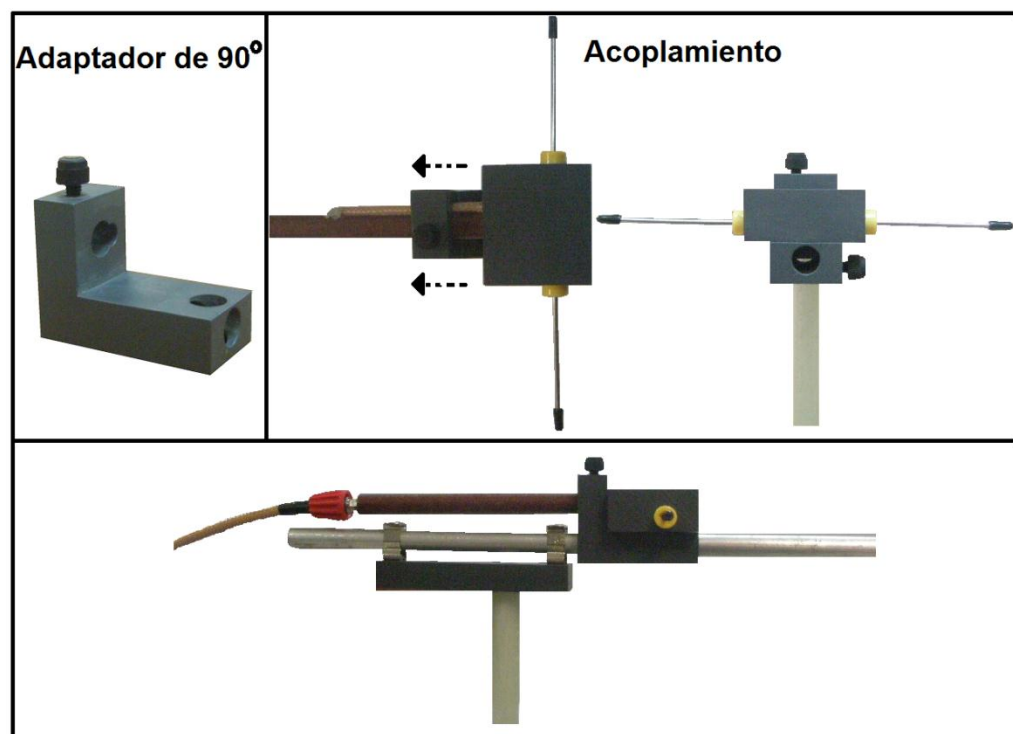

Figura 9.5 Montaje del dipolo en el brazo metálico
D. Utilicé el brazo de aluminio para fijar el adaptador de 90°,ajustelo mediante el tornillo de sujeción ,monte una antena dipolo $\lambda/2$ en la parte superior del adaptador de 90° y con el tornillo sujete el dipolo. Inserte el mástil con clips horizontales en el soporte deslizante del ORIENTADOR DE ANTENA e instale la antena.(Figura 9.5).